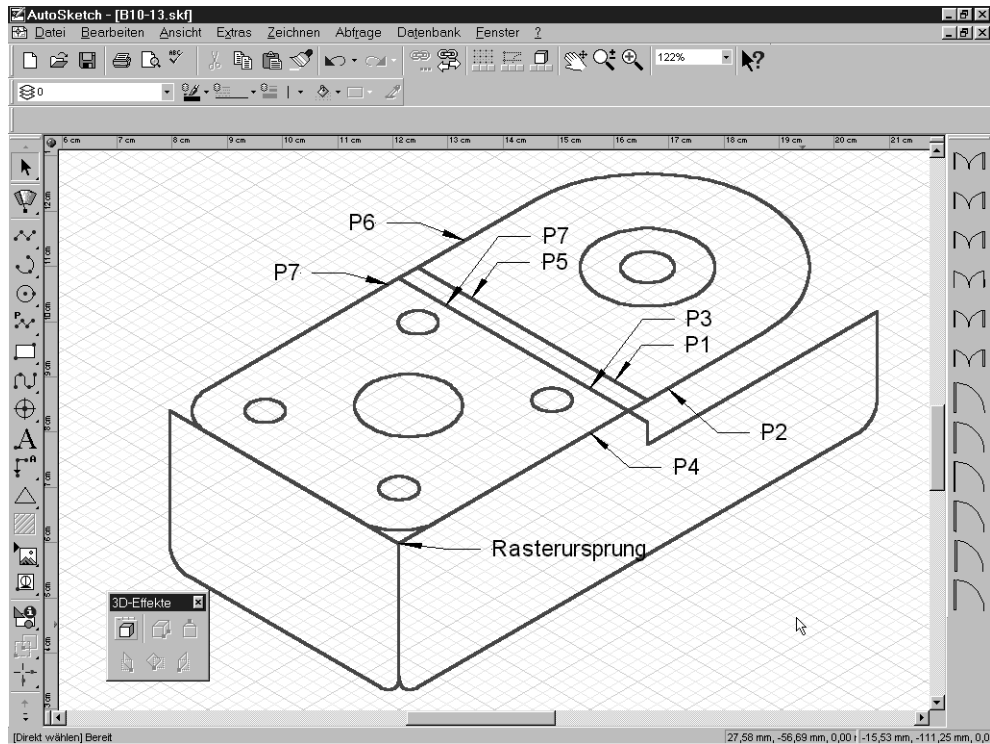

Abbildung 10.13: Bearbeiten der Kontur
- Setzen Sie den Rasterursprung auf die vordere obere Kante (siehe Abbildung 10.13).
- Wählen Sie den Befehl *STUTZEN – TRENNEN* (Abrollmenü *BEARBEITEN*, Untermenü *STUTZEN*, Funktion *TRENNEN*). Wählen Sie die Linien an den Punkten P1 und P2, um sie an den Schnittpunkten in einzelne Liniensegmente zu trennen (siehe Abbildung 10.13).
- Machen Sie dasselbe bei P2 und P3, P4 und P5, P6 und P7 (siehe Abbildung 10.13).